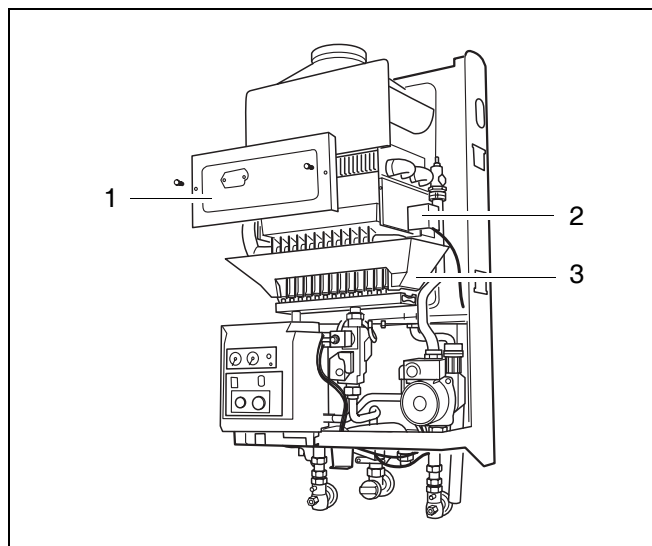

fig. 38 Enlever la plaque de protection du brûleur
- Retirer le boîtier du brûleur (fig. 38, pos. 1).
- Démontez la plaque de protection (fig. 38, pos. 3).
- Enlever la protection (fig. 38, pos. 2) des électrodes d'ionisation et d'allumage.